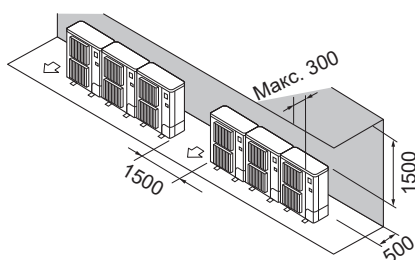

Fig. 2-10
- ② Кедергілер тек артқы жағында және одан жоғарыда (Fig. 2-10)